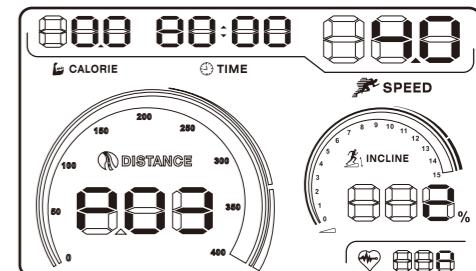

图33
2. 我们为您在面板上设置了5公里训练程式快捷键，跑步机处于待机状态下，按下此键，屏幕上出现P03字样，按SPEED（速度）的+（增加）/-（减少）键调整您的理想训练时间。（图33所示）。